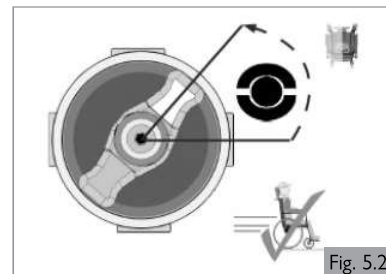

Fig. 5.2
1. Para conducir la silla de ruedas (Fig. 5.2).